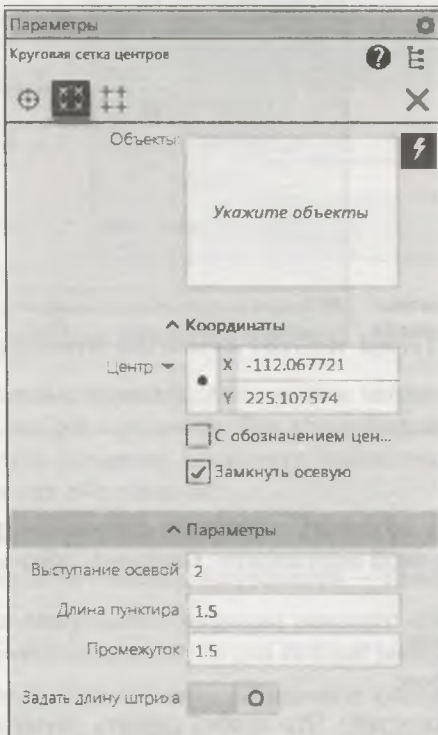

Рис. 13.16. Панель **Параметры: Круговая сетка центров**
- ◆ после указания объектов в графической области появится фантом сетки, т. к. все объекты, центры которых лежат на круговой осевой линии, определяются автоматически. Если на панели **Параметры: Круговая сетка центров** (рис. 13.16) нажата кнопка **Авто** , расположенная справа от поля **Объекты**, то центры будут созданы для всех объектов. Если кнопку **Авто** отключить, то центры будут создаваться только для указанных объектов;